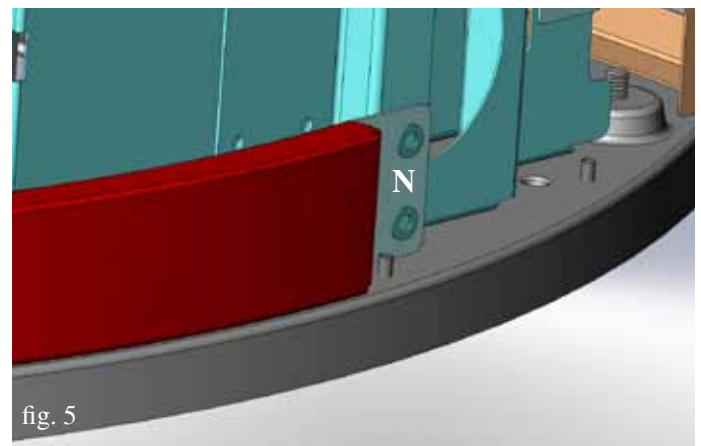
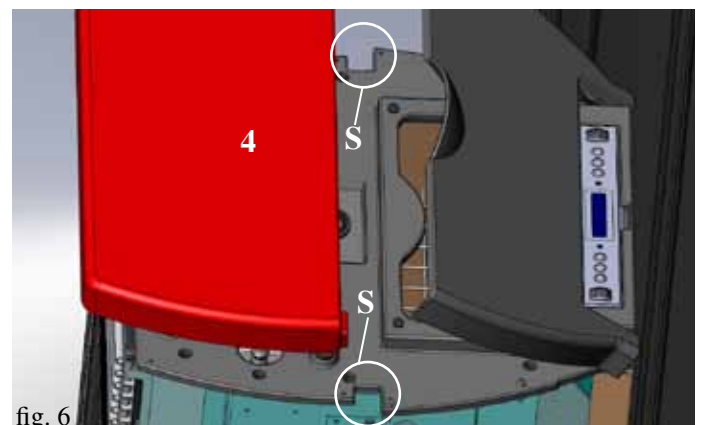

fig. 5
fig. 6
- Fijar las cerámicas con las placas aplicadas, a la estructura de la estufa utilizando los tornillos y las arandelas suministradas en los orificios correspondientes (fig. 5).
- Volver amontar los dos lados posteriores de aluminio (5)
- Colocar la tapa de cerámica (4) en las ranuras correspondientes (S-fig. 6).
NB: En la versión con revestimiento de chapa, la estufa se suministra ensamblada, excepto la tapa de cerámica que debe ser colocada en las ranuras correspondientes (S fig. 6).